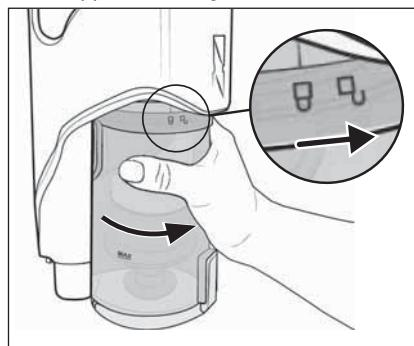

Fig. 28
- 8) Remettez le bac à poussière ⑦ dans l'appareil et tournez-le en direction du symbole □ (fermer) jusqu'à ce qu'il soit bien en place dans l'appareil (voir fig. 28).